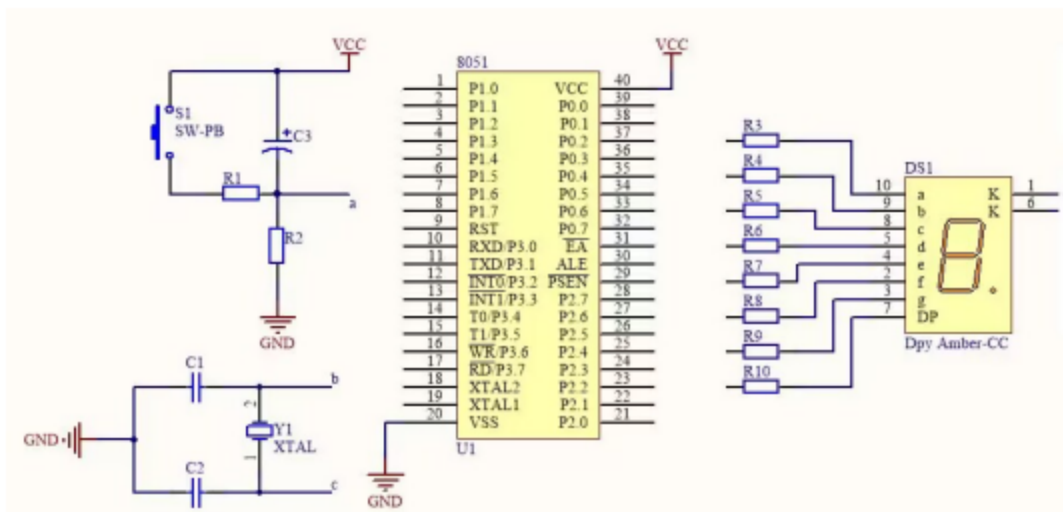

图 7
37. 在图 7 中左边为单片机电路，右边为共阴极数码管显示电路。若完善 STC51 单片机最小系统的复位系统和晶振电路连接，则下列连接方法正确的是